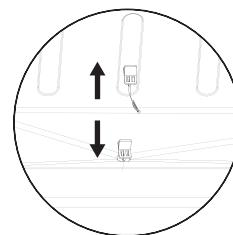

Fig. 1
- Pentru a asigura scurgerea corectă a apei de dezgheț, utilizați periodic filtrul de scurgere din sacul de montare pentru a curăta orificiul de scurgere a apei de dezgheț. Această priză este situată pe peretele din spate al compartimentului frigiderului (a se vedea Fig. 1). Păstrați întotdeauna filtrul de scurgere introdus în orificiul de scurgere pentru a preveni orice blocaje cauzate de murdărie.